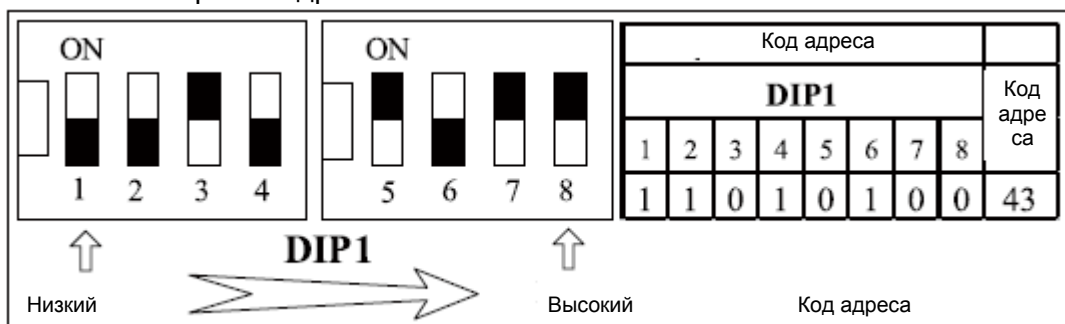

Рис. 6 Настройка адреса 43
2) См. Рис. 6 – настройка адреса 43